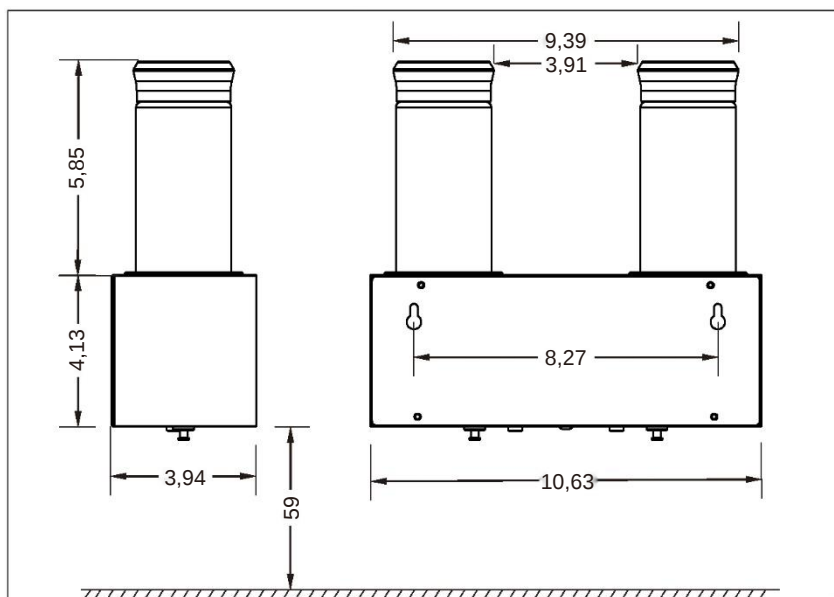

Figure 7 (unité : pouces)
1. Commencez par percer deux trous de 8 mm de diamètre à une hauteur de 1,5 mètre au-dessus du sol en laissant un espace de 210 mm entre chacun. Insérez ensuite les bouchons en caoutchouc et les vis de serrage (ST4*25). Fixez la pompe à arôme sur les vis, comme illustré sur la figure 7.